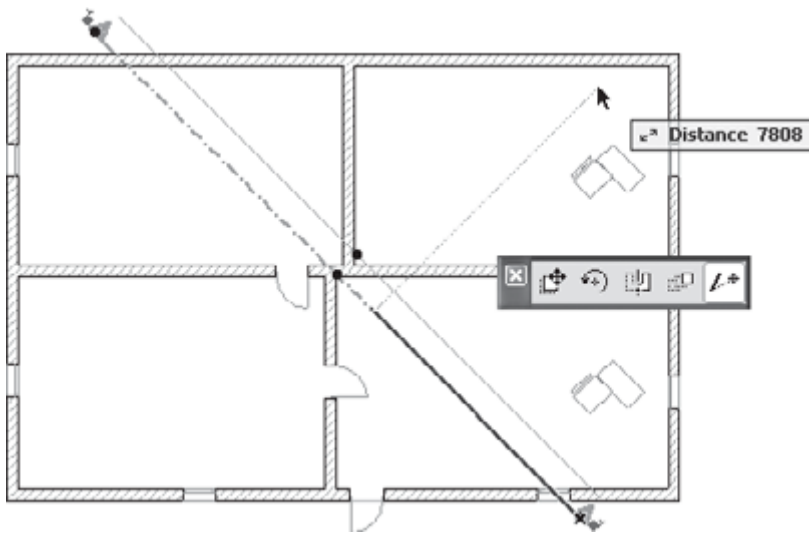

Рис. 11.11. Изменение ширины разреза
4. Переместите указатель мыши так, чтобы проекция верхнего конца линии разреза оказалась немного левее мебели верхней комнаты (рис. 11.11).